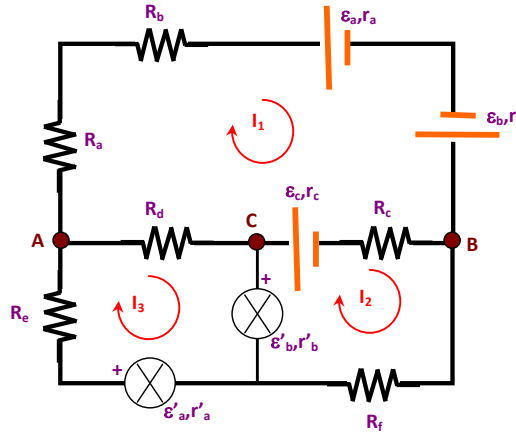

Figura 2: *Circuíto de corrente continua.*
A aplicación das leis de Kirchhoff á resolución de redes resulta, en xeral, bastante laboriosa. Por iso, imos a dar un método de análise de redes baseado no cálculo matricial que permite un fácil formulación e unha resolución automática. Para maior facilidade ímolo a desenrolar sobre a rede da Figura 2.
3. Consideramos, en principio, que cada malla é percorrida por unha única intensidade ficticia I_i (chamada corrente de malla), dándolle un sentido (dextróxiro ou levóxiro) **igual** para todas as I_i (Figura 2). Se unha rama pertence a dúas mallas, a súa intensidade é a suma alxébrica das mesmas. Por exemplo, o tramo BC é $I_1 - I_2$.